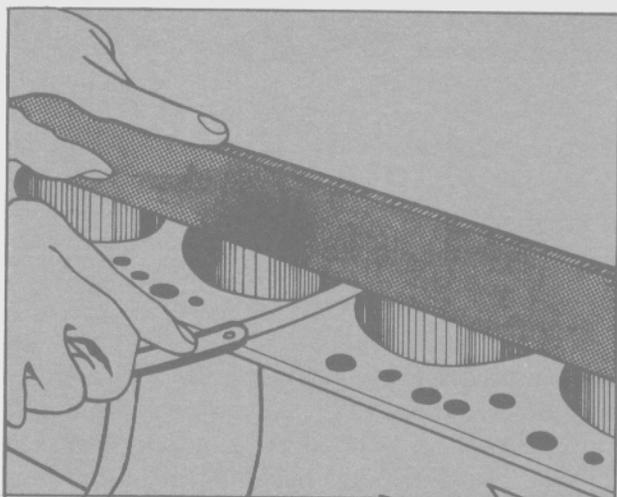

Fig. 67 - Comprobación de la planitud de la zona superior del bloque.
- c) Comprobar, con láminas calibradas que las citadas separaciones no excedan los valores especificados. (Fig. 67).